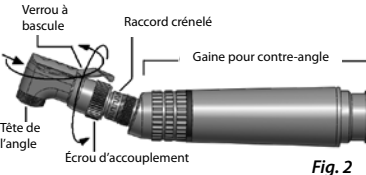

Fig. 2
Montage des têtes de l'angle (figure 2)
3. Tournez à la main l'écrou d'accouplement dans la direction indiquée à la figure 2 jusqu'à ce que vous sentiez qu'il soit serré.